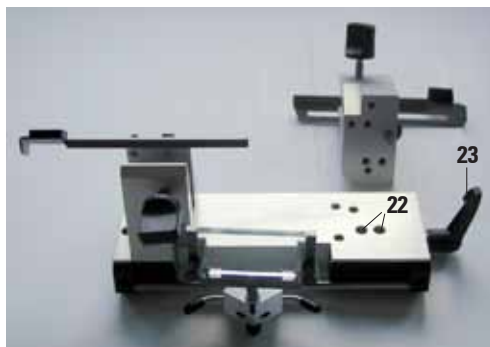

Fig. 11
2. Løsne håndtaket (23, fig. 11) på høyre side av knivholderen, og still inn en klaringsvinkel på '0' (indeksmerket (25) må stå på linje med tallet '0'). Stram til håndtaket (23, fig. 11) igjen. Hvis snittresultatene ikke blir tilfredsstillende, øker du klaringsvinkelen i intervaller på 1° til du oppnår ønsket resultat.
Still først inn en klaringsvinkel på '0'. Dette gjør du ved å løsne håndtaket (23, se fig. 11) og føre indeksermerket (26) på linje med tallet '0' på skalaen for klaringsvinkelen (27). Stram til håndtaket (23) igjen. Hvis snittresultatene ikke blir tilfredsstillende, øker du forsiktig klaringsvinkelen i intervaller på 1° til du oppnår ønsket snittresultat.